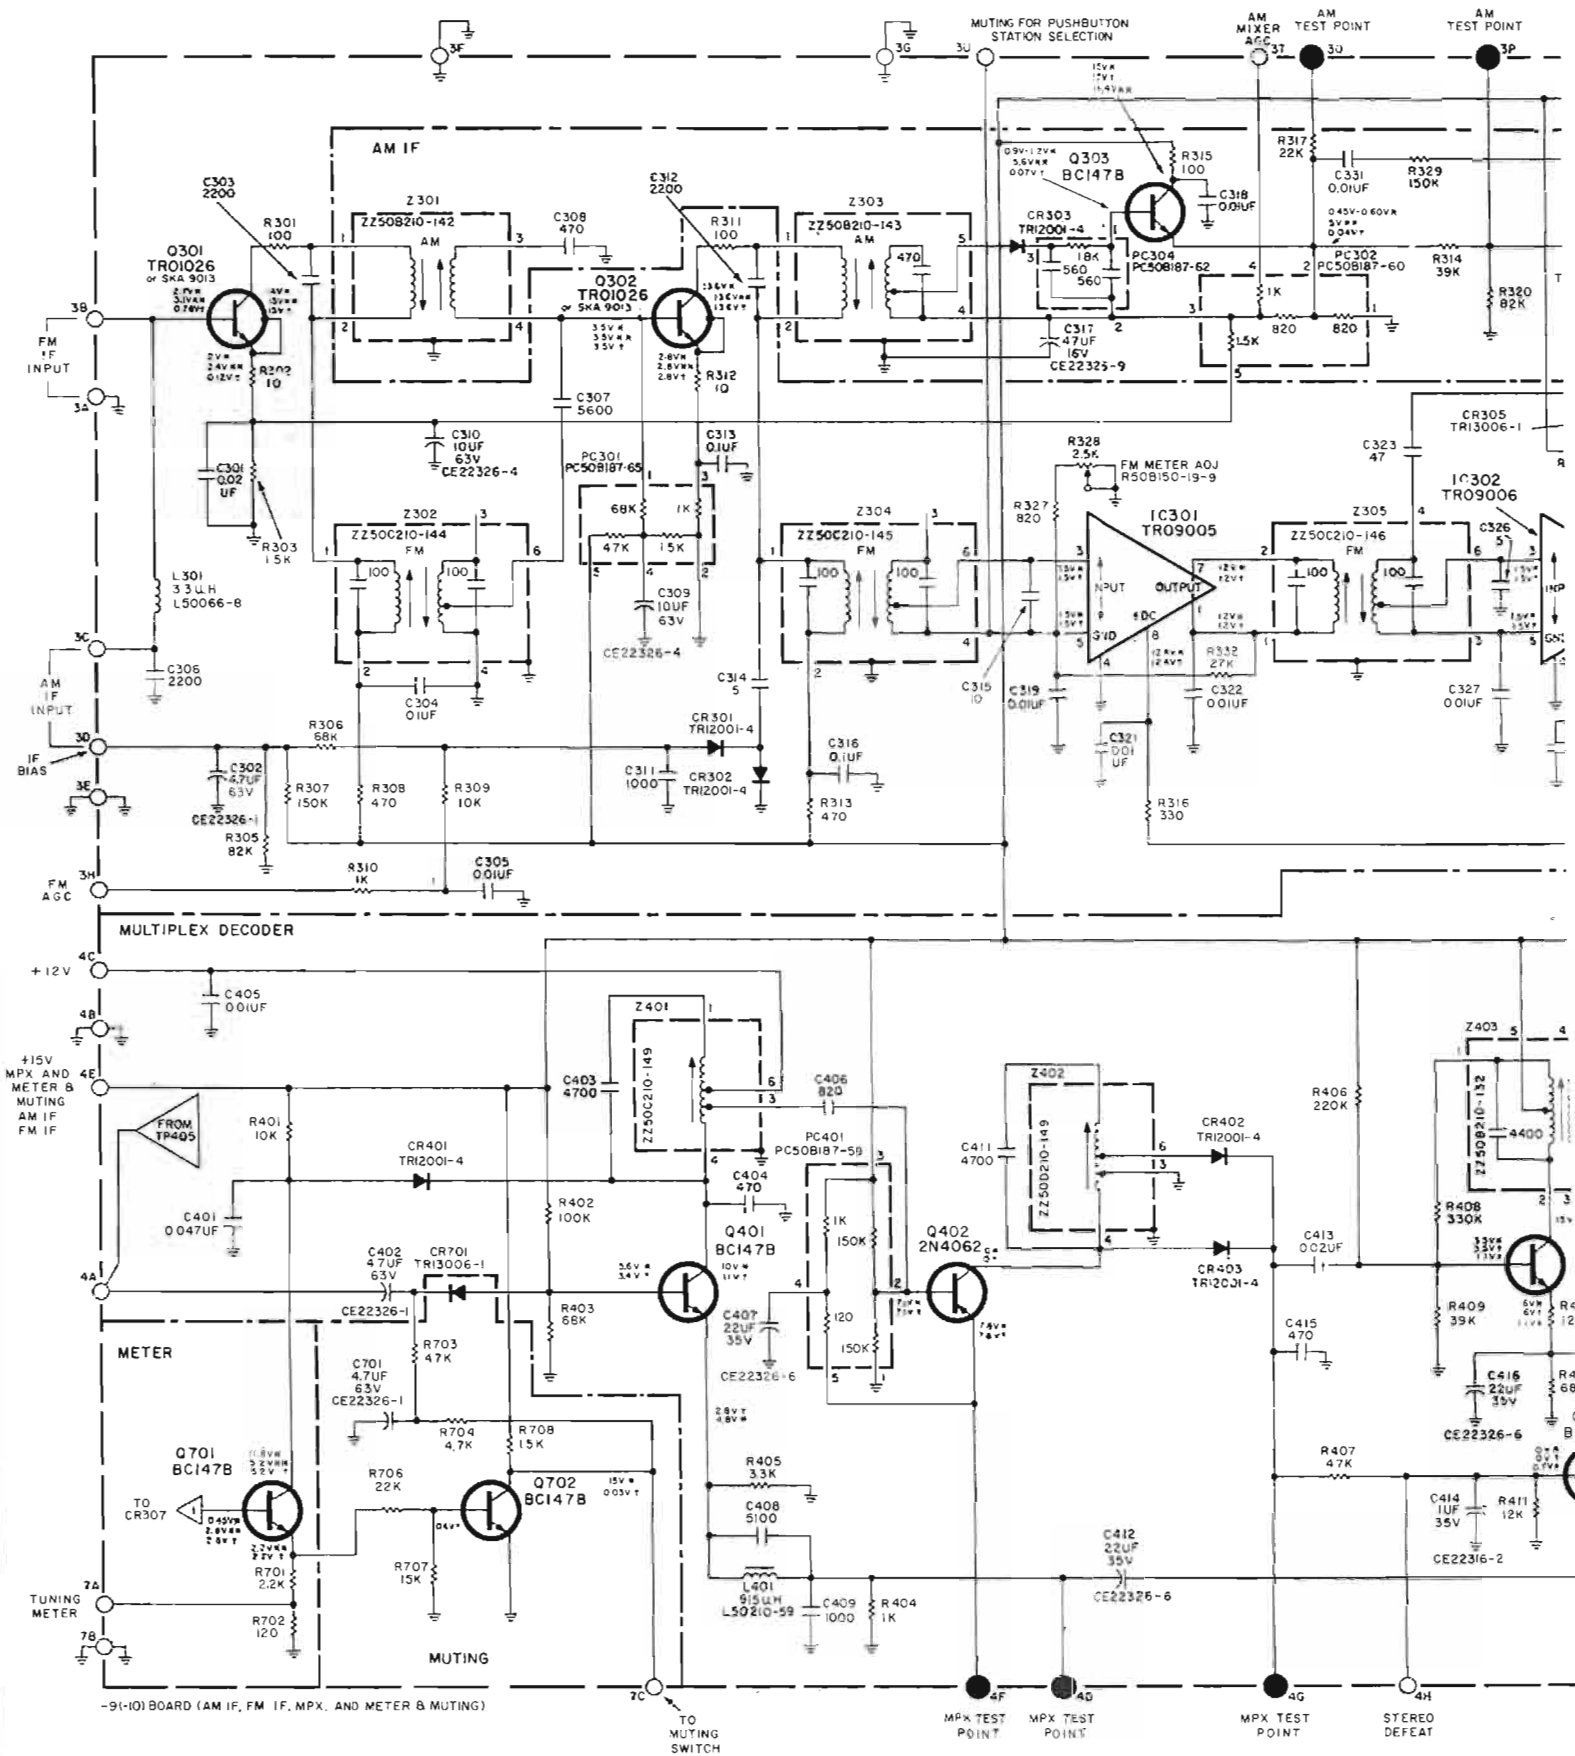

Fig. 3
### c) L'amplificateur FI/AM/FM (Fig. 3).
d) Le décodeur stéréophonique (Fig. 3).